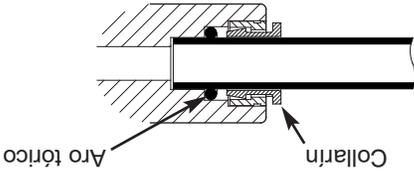
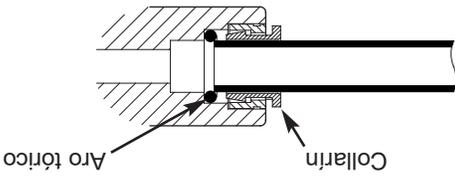

FIG. 20
FIG. 19
6. Inserte toda la extensión en la unión. Vea las Figs. 19 y 20.
4. Inserte toda la extensión en la unión. Vea las Figs. 19 y 20.
5. Inserte toda la extensión en la unión. Vea las Figs. 19 y 20.
1. Haga pasar el tubo por el collarín, hasta que se acople al aro tórico. Vea la Fig. 19. Siga empujando el tubo hasta que toque fondo contra la parte posterior de la unión. Vea la Fig. 20. No deje de empujar cuando el tubo encaje en el aro tórico. Si no se acatan estas instrucciones se pueden producir futuras fugas. Cuando un tubo de 0.6 cm (1/4 pulg.) está totalmente acoplado, 1.7 cm (11/16 pulg.) del tubo han entrado en la unión. Cuando un tubo de 3/8 pulg. está totalmente acoplado, 1.9 cm (3/4 pulg.) del tubo han entrado en la unión. Marque el tubo con un trozo de cinta o un rotulador. Vea las Figs. 19 y 20.